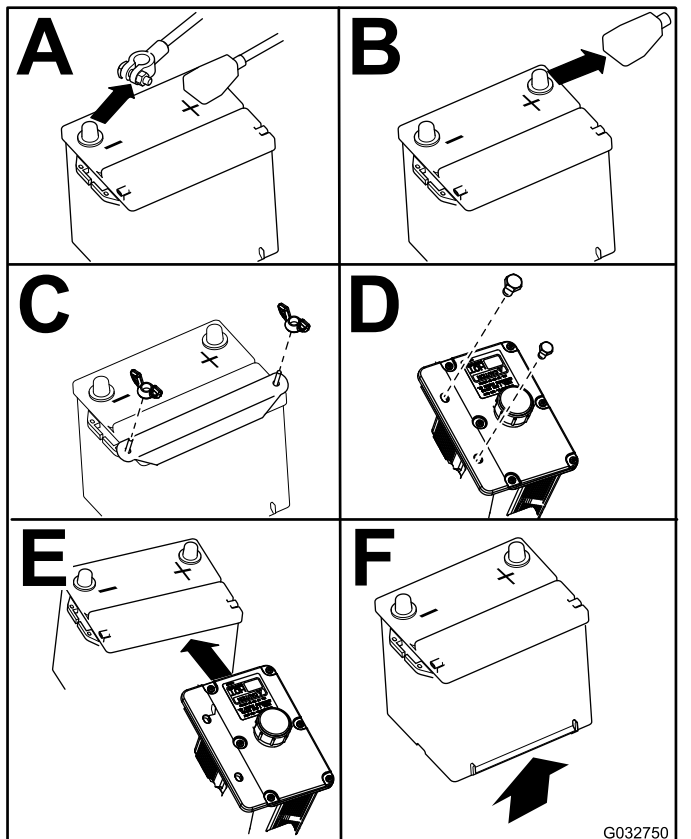

Figura 69
- Rimuovete la batteria come illustrato nella Figura 69.